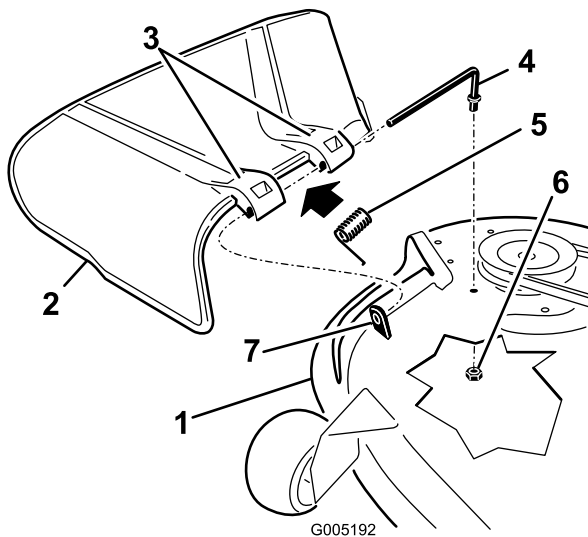

Figure 61
1. Repérez les éléments illustrés à la Figure 61.
6. Placez le ressort sur la tige, les fils d'extrémité dirigés vers le bas, entre les supports du déflecteur d'herbe. Insérez la tige dans le deuxième support du déflecteur d'herbe (Figure 61).
7. Insérez la tige à l'avant du déflecteur dans la courte cheville de positionnement sur le tablier. Fixez l'extrémité arrière de la tige dans le tablier de coupe à l'aide d'un écrou (3/8 po) (Figure 61).
2. Retirez l'écrou (3/8 po) de la tige, sous le tablier de coupe (Figure 61).
3. Sortez la tige de la courte cheville de positionnement, du ressort et du déflecteur d'herbe (Figure 61). Enlevez le déflecteur s'il est endommagé ou usé.
4. Remettez en place le déflecteur d'herbe (Figure 61).